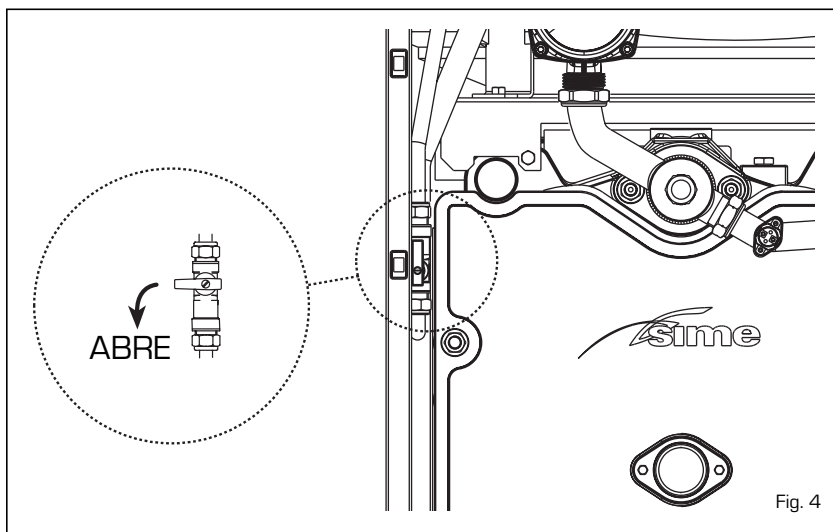

Fig. 4
2.2.1 Rellenado de la instalación [fig. 4]
Al terminar la operación controle que el grifo esté cerrado [fig. 4].